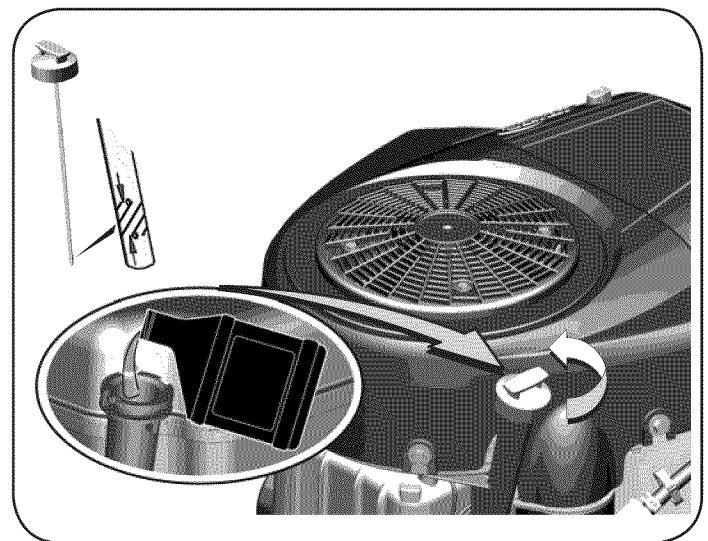

Figura 26
5. Retire la varilla y controle el nivel de aceite. Debería llegar a la marca de la varilla que indica que está lleno. Vea la Figura 26.